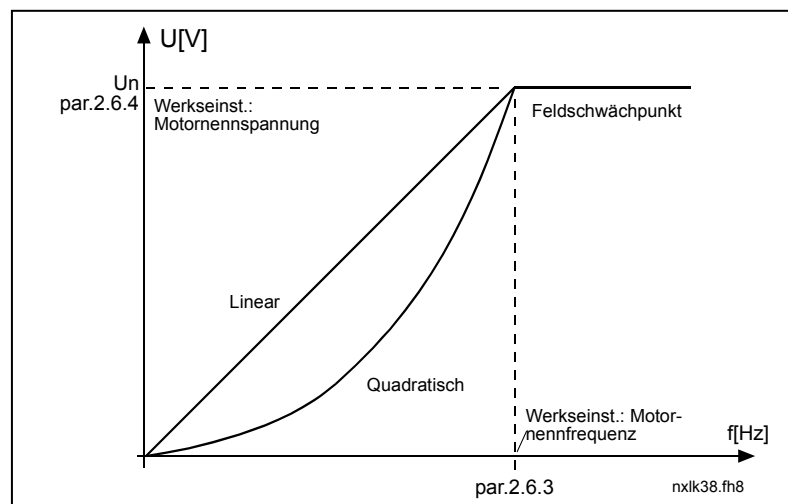

Abbildung 4-16. Lineare und quadratische Änderung der Motorspannung
- Linear: Die Spannung des Motors ändert sich innerhalb des konstanten Flussbereichs (0 Hz bis Feldschwächpunkt) linear zur Frequenz. Am Feldschwächpunkt wird dem Motor die Nennspannung zugeführt. In Applikationen mit konstantem Drehmoment sollte ein lineares U/f-Verhältnis verwendet werden. Siehe Abbildung 4-16.